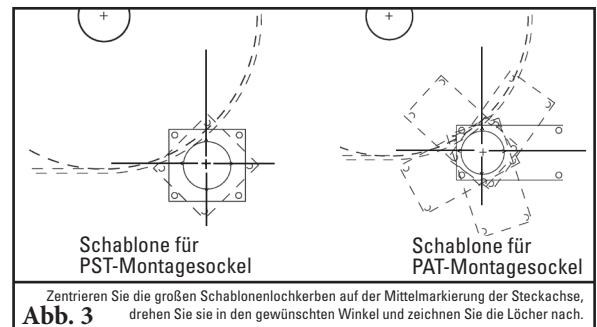

Abb. 3
3. **Die Bohrungen am Montagesockel markieren und anbringen.** Das große Loch für die Steckachse in der im Anweisungspaket enthaltenen Montageschablone so am Übergabetrichter positionieren, dass die Lochaussparungen mit den Linien ausgerichtet sind. Die Aussparung für die Steckachse und die Befestigungsbohrungen markieren (Abb. 3). Die Sockel können an jeder Position 360° um die Steckachse montiert werden, solange der Mittelpunkt der Steckachse unverändert bleibt. Die Öffnungen in beide Seiten des Übergabetrichters schneiden.